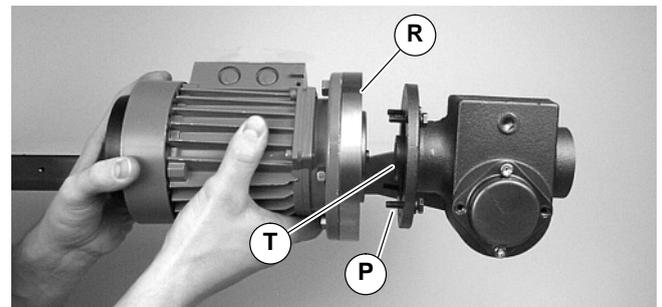

Abbildung 22
6. Mit der Paßfeder (T siehe Abbildung 22) in der Nut den Motor mit Adapterflansch (R) und Untersetzungsgetriebe zusammenschieben. Die Schrauben einsetzen (P) und festziehen.